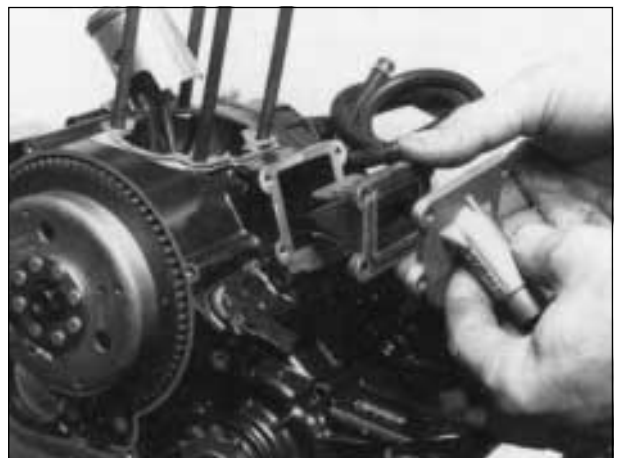

Fig. 50
- 23) MONTARE il gruppo di immissione lamellare (Fig. 50) e successivamente il collettore di aspirazione bloccando le quattro viti in modo uniforme e diametralmente opposto con $0,9 \div 1,1$ kgm.
- 23) FIT the reed valve (Fig. 50) followed by the suction manifold, locking the four screws evenly and diametrically with a torque of $0,9 \div 1,1$ kgm.